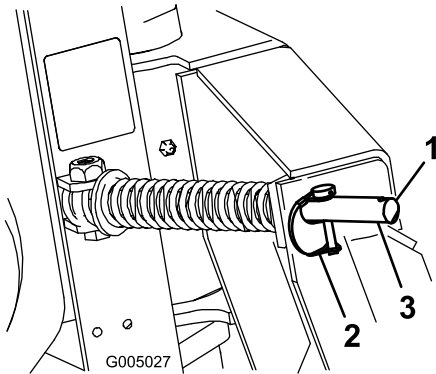

图 6
- 将保险销移动到弹簧杆外部的孔中让犁从一侧移到另一侧 图 6。
1. 将保险销移动到弹簧杆的内孔中以防止左右移动图 6。